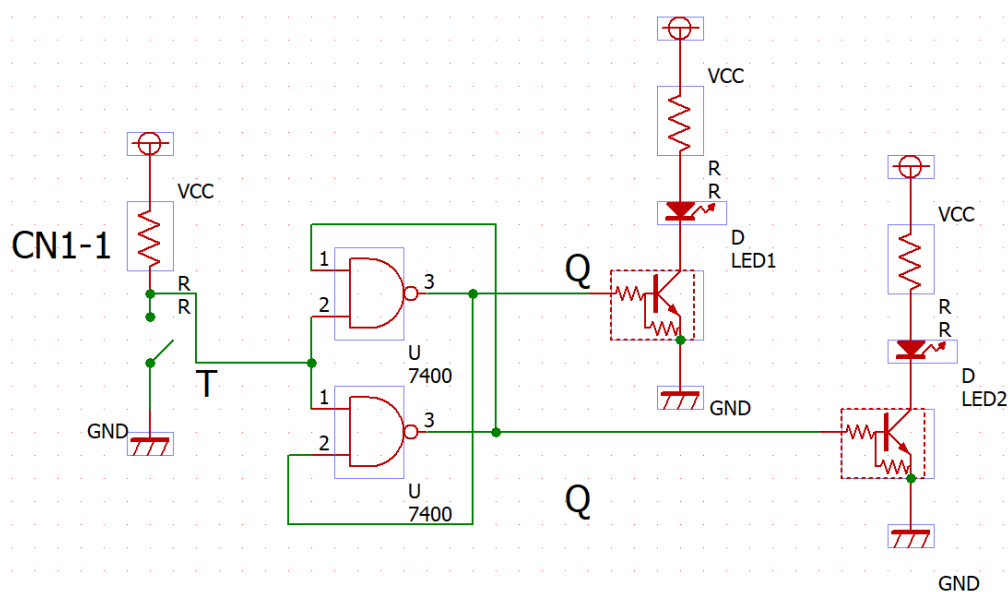
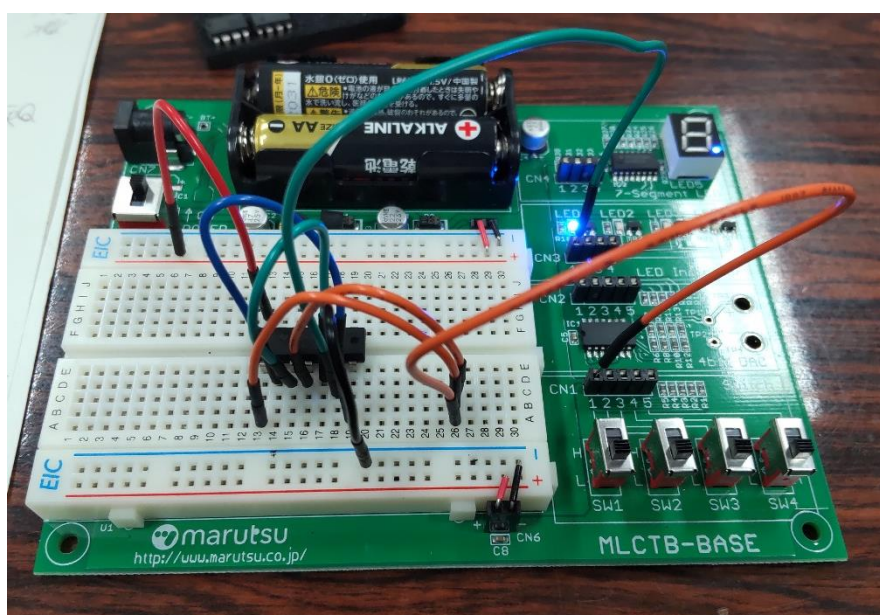

図18 : T-FF(SR-FF)
図19 : T-FF の実践配線図(SR-FF)
ここではSR-FFを用いてT-FFを実現する。まず、T-FFの入力方程式より、「 $g_1=\bar{T}$ 」, 「 $g_2=T$ 」をSR-FFの入力方程式に代入すると「 $S=T\bar{Q}$ 」, 「 $R=TQ$ 」となる。これを①と同様にNANDでSR-FFを作ることによってT-FFを実現する。この時の回路図、実践配線図を図18, 図19に示す。スイッチ1を上げるとLEDが点灯し、下げてから、もう一度上げると消灯し、その後もLEDがこの動作を繰り返したため適切に動作したといえる。